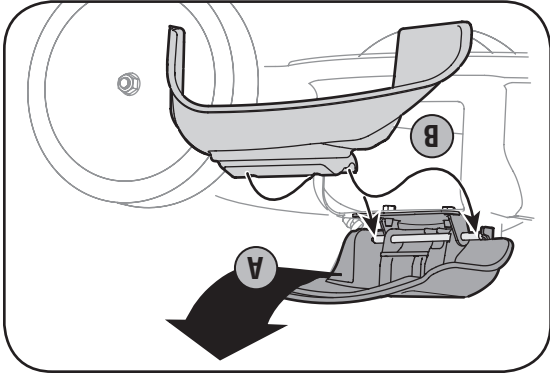

Figure 3-9
a. Relevez le bouchon de déchetage à charnière qui se trouve sur le côté du plateau de coupe. Voir la Figure 3-9.